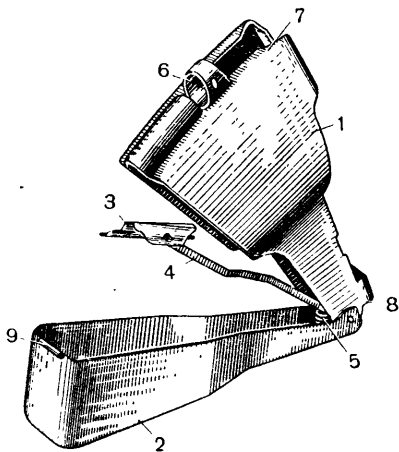

Рис. 43. Магазин:
31. Магазин (рис. 43) служит для помещения патронов (10 штук) и подачи их в окно ствольной коробки.